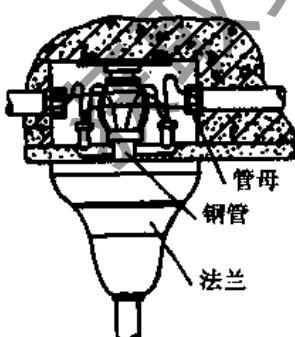
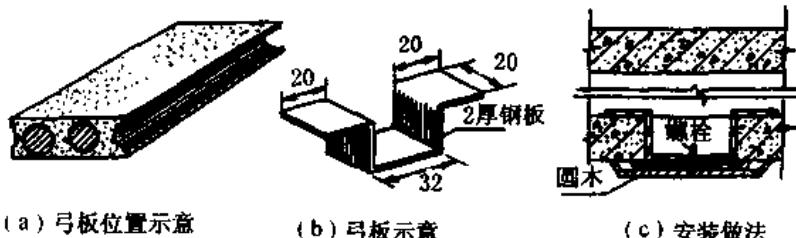

图 9-18 吊杆式安装
图 9-19 弓形板的安装
① 吊线式(X): 直接由连接软线承重,由自在器调节灯具的高低。由于挂线盒内接线螺钉承重较小,因此安装时需在挂线盒内打好线结,使线结卡在盒盖的线孔处,承受部分悬吊灯具的质量,此线结又称保险结。吊线式灯具的质量限于 1kg 以下。
② 吊链式(L): 悬挂灯具的质量由吊链承担,其安装方法与吊线式相同。当软线吊灯的质量大于 1kg 以上时应采用吊链式安装方式。
③ 吊杆式(G): 悬挂灯具的质量超过 3kg 时应采用吊杆式安装方式,由钢管来悬挂灯具。钢管的固定方法如图 9-18 所示。
(2) 嵌顶式。其安装方式又分为吸顶式和嵌入式。
① 吸顶式(D)：通过木台将灯具吸顶安装在屋顶面上。在空心楼板上安装木台时，通常采用弓形板固定，其做法如图 9-19 所示。